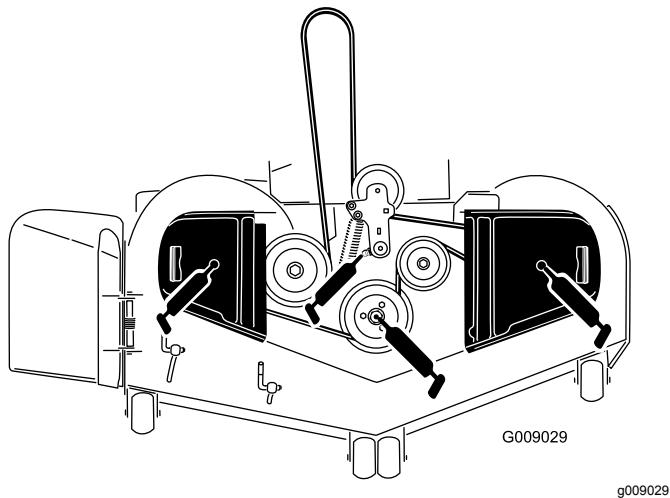

Figure 39
3. Graissez le pivot de la poulie de tension du tablier de coupe jusqu'à ce que la graisse ressorte par le bas (Figure 39).
4. Lubrifiez les roulements des 3 axes jusqu'à ce que la graisse ressorte par les joints inférieurs (Figure 39).
5. Graissez le bras de la poulie de tension de la courroie d'entraînement (Figure 39).